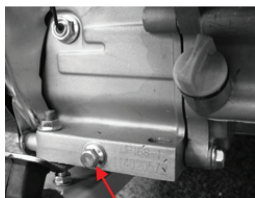

Рис. 15
3. Выкрутите сливной болт (рис. 15, 16)
5. Закрутите на место сливной болт с прокладкой (рис. 15)